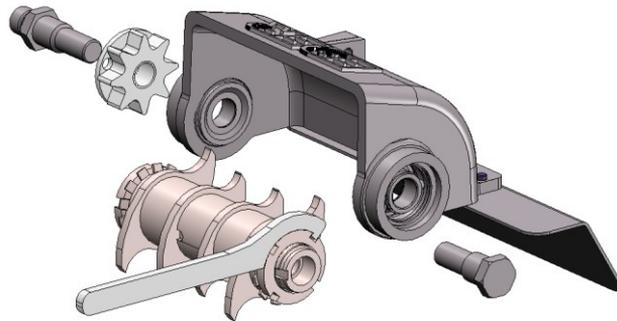
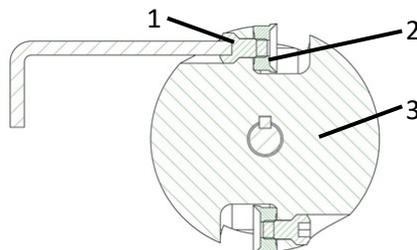

Fig. 16: Cambio dei coltelli
Fig. 18: Cambio dei coltelli
- > Allentare le viti dei coltelli (1 - Fig.18) sulla testa della fresa (3 - Fig.16) con una chiave a brugola da.
- > Cambiare i coltelli circolari (2 - Fig.18) o girare i coltelli circolari di 180°.